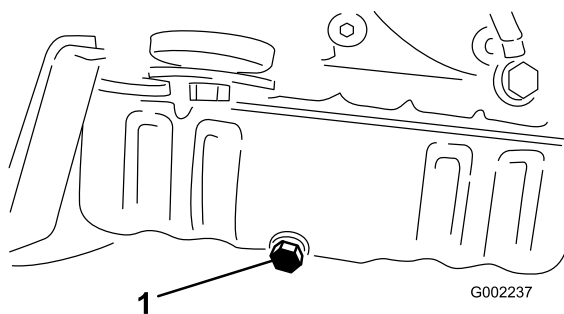

Figure 39
5. Enlevez le bouchon de vidange (Figure 39).